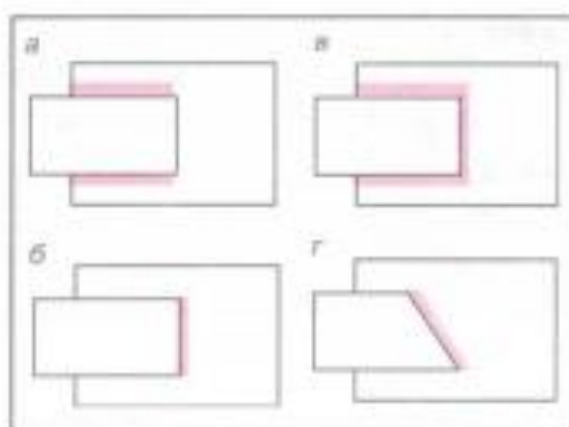

Рис. 25
9. По отношению к действующим усилиям (рис. 25) швы делятся на фланговые (а), лобовые (б), комбинированные (в) и косые (г).